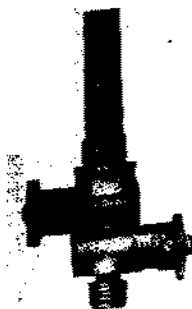

Abb. 10.
**Abb. 10. Kraftstoffbahn und Reinigungssieb:** Beim Austritt aus dem Tank wird der Kraftstoff gefiltert. Das Sieb ist bei niedrigem Kraftstoffstand im Tank nach Schräglegen der Maschine herauszuschrauben und in Benzin gut auszuwaschen. Ca. alle 3—5000 km notwendig! Zum Öffnen der Kraftstoffleitung zieht man den unteren Knopf mit Inschrift „Auf“ heraus. Bei dieser Hebelstellung bleibt im Tank eine Reservebenzinsmenge von ca. 2 Liter zurück, ausreichend für eine Fahrtstrecke von 20 bis 30 km. Eingeschaltet wird die Reservemenge durch Herausziehen des oberen Knopfes mit Inschrift „Res“. Man vergesse nicht nach dem Tanken den oberen Knopf wieder einzudrücken, damit man die Reservemenge wieder gesichert hat.